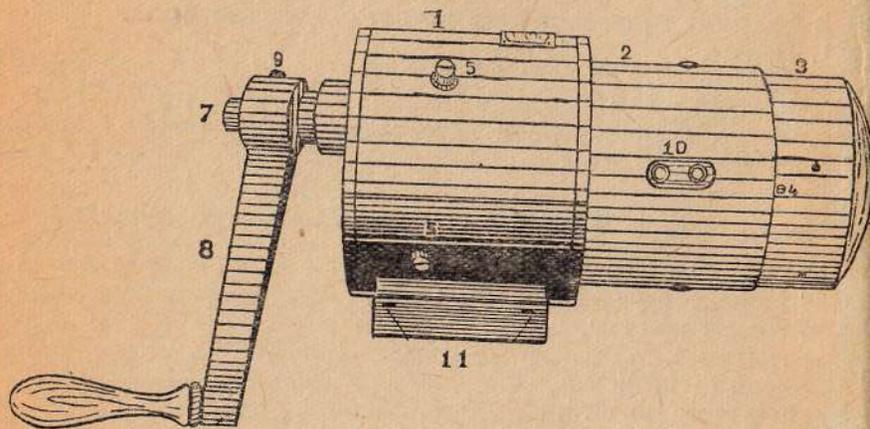

Рис. 9
На рис. 9 изображен общий вид привода-динамо. Цифрой (1, рис. 1) помечен корпус привода. Цифрой (2) — корпус динамо-машины с предохранительной крышкой (3), закрывающей коллектор динамо-машины со щетками.